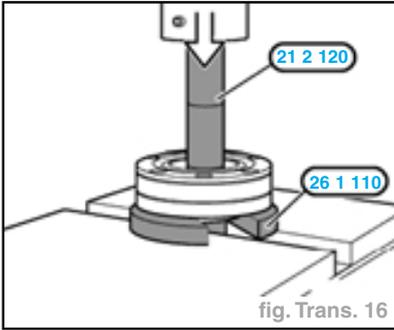

fig. Trans. 16
- Dégager l'arbre cannelé du joint homocinétique (pour l'arbre creux, utiliser en plus l'outil 21 2 120) (fig. Trans. 16).